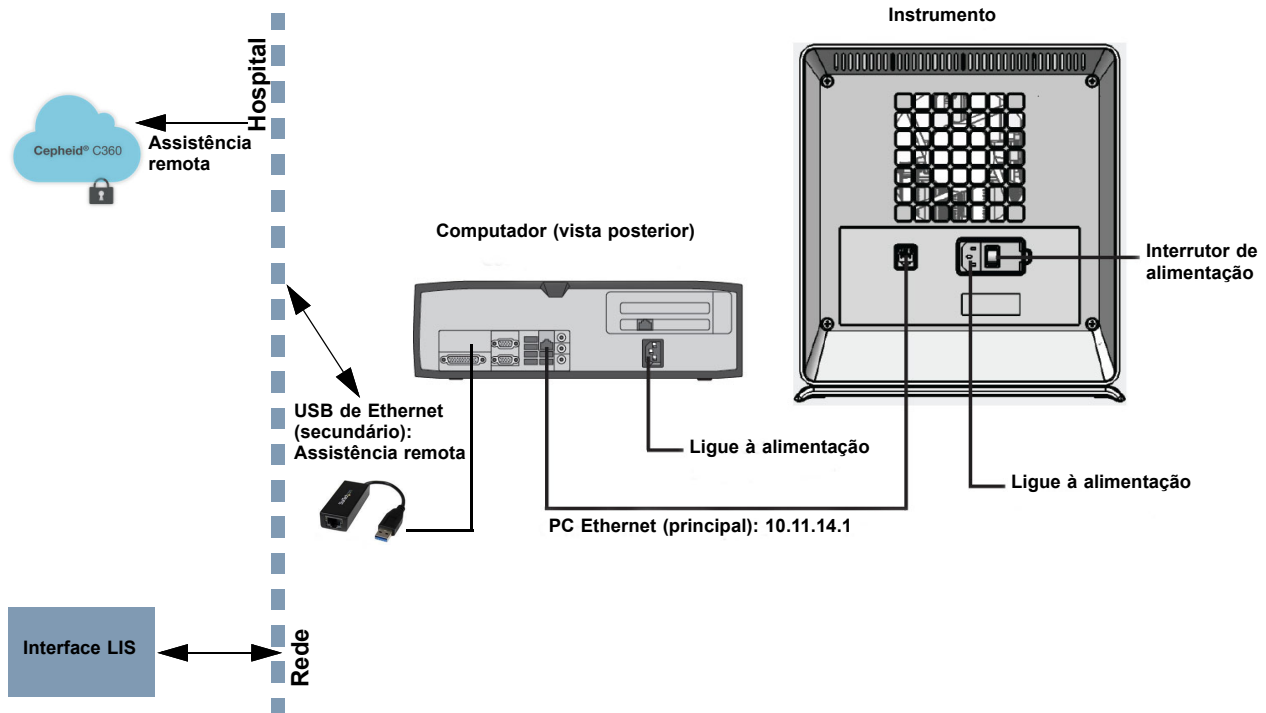
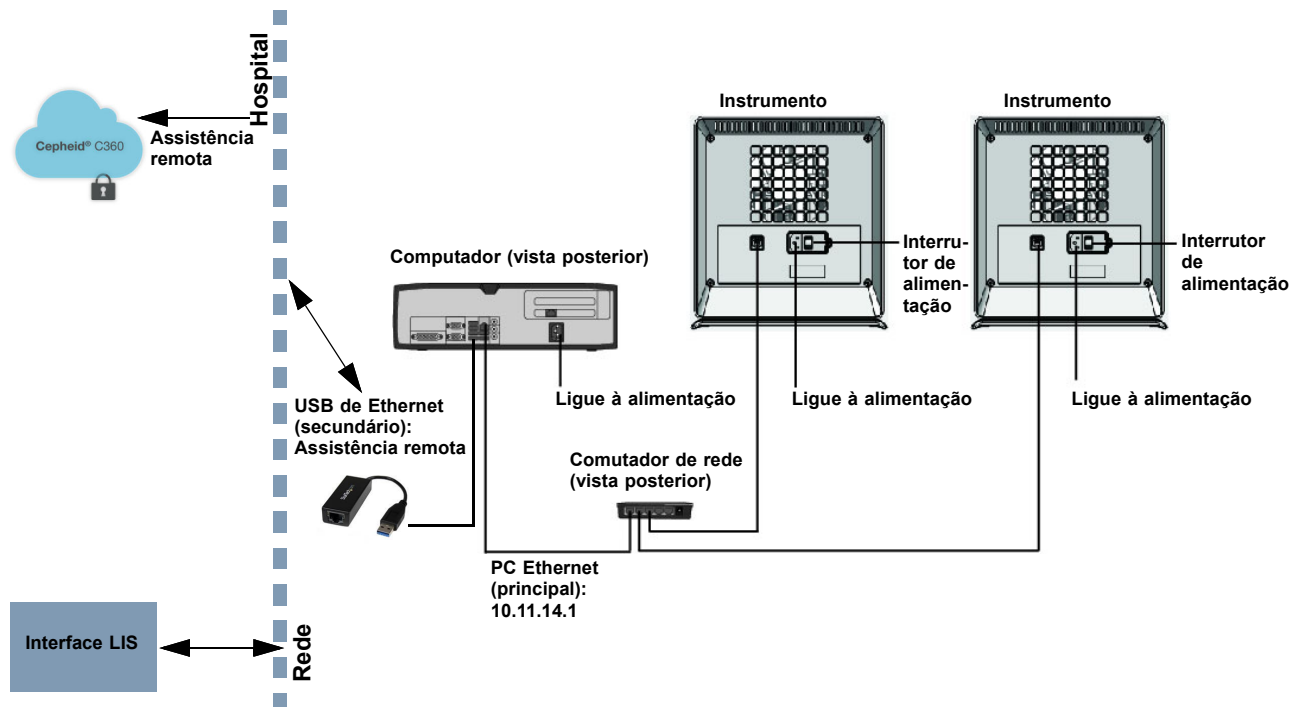

Figura 2-11. Ligar o GX-IV Instrumento ao C360
Figura 2-12. Ligar vários GX-IV Instrumentos ao C360
3. Confirme que a ligação Ethernet principal do computador para o instrumento (ver figura 2-11) ou o comutador de rede (para vários instrumentos como mostrado na figura 2-12) utiliza o endereço IP **10.11.14.1**.